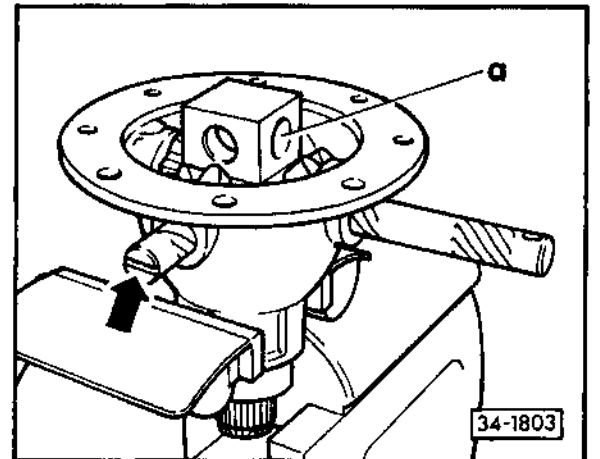

Abb. 8 Achsen für Ausgleichkegelräder einbauen
- einpressen – Abb. 8 und 9
- Einbaulage – Abb. 8